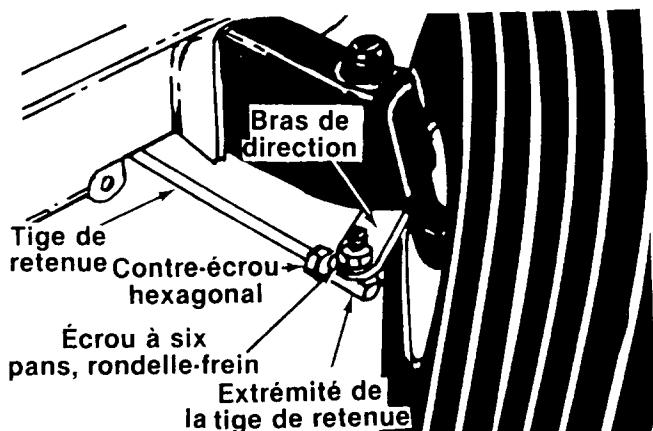

FIGURE 21
1. Enlevez l'écrou à six pans et la rondelle-frein et dégagerez l'extrémité de la tige de retenue du support de la roue. Voir figure 21.